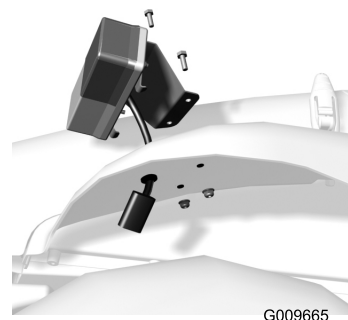

Figure 13
1. Montez le clignotant gauche sur l'aile gauche dans les trous percés précédemment (Figure 13).